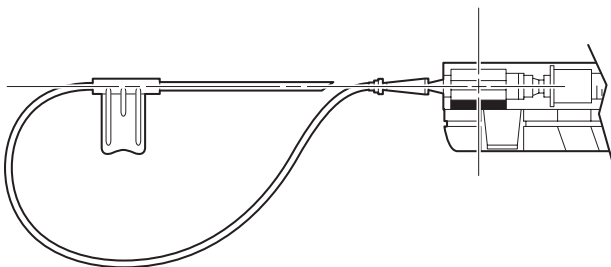

Figura 5
6. Leve a ponta do cateter (extremidade perfurada) à mesma altura que o diafragma descartável. Consulte a figura 5. O ecrã tem de mostrar -8 a +9 mmHg.